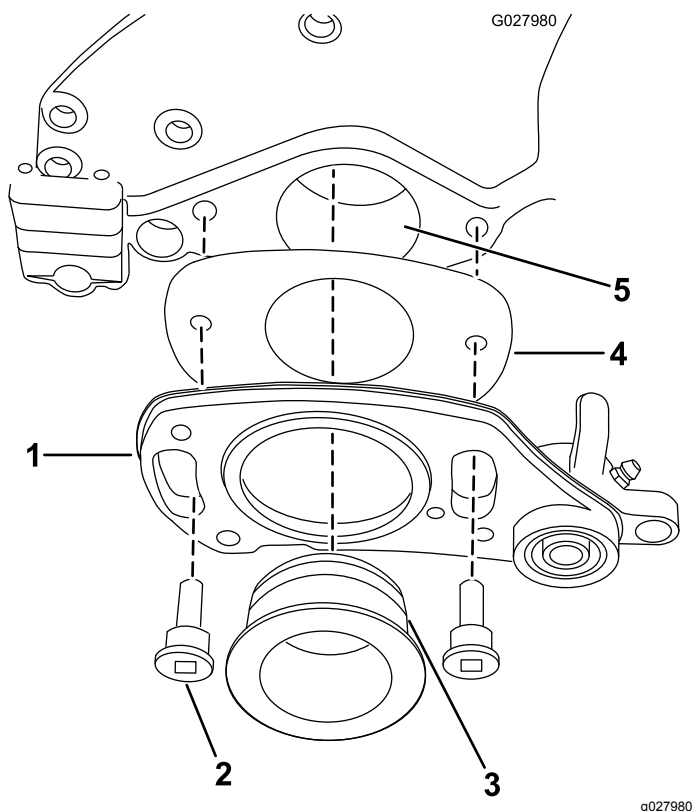

Figura 7
12. Coloque el suplemento en la parte trasera de la transmisión de la derecha, según se muestra en **Figura 7**.
13. Aplique una capa ligera de grasa a la junta tórica y al casquillo (**Figura 7**).
14. Sujete la transmisión con 2 pernos de cuello largo, según se muestra en **Figura 7**.